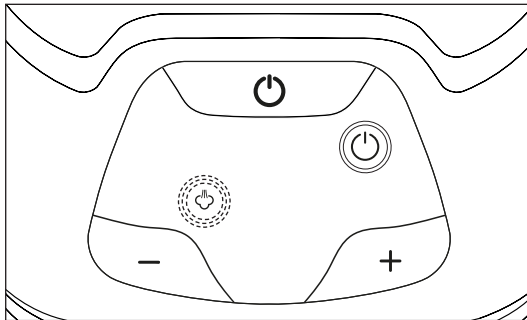

Abb. 6
- 2) Drücken Sie die Taste Ein/Aus **13**, um das Gerät einzuschalten. Die Kontrollleuchte Ein/Aus **14** leuchtet blau und die Dampfkontrollleuchte **niedrig 18** blinkt blau (siehe Abb. 6).